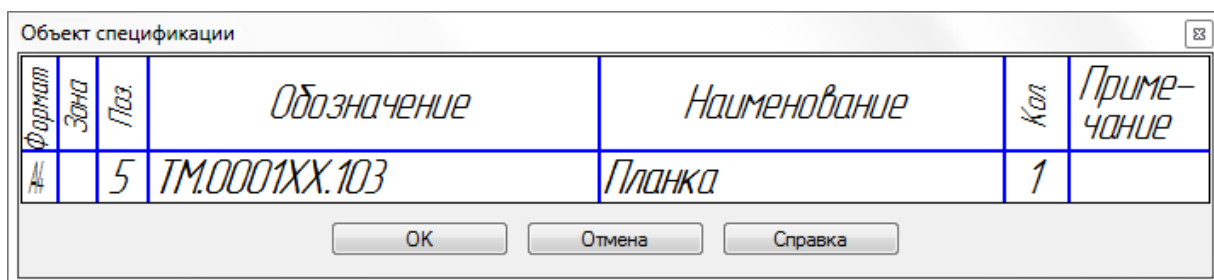

Рисунок21 – Окно заполнения свойств объекта спецификации
5. В появившемся окне строки спецификации, заполните свойства объекта – *Формат*, *Обозначение*, *Наименование* (Рисунок21).